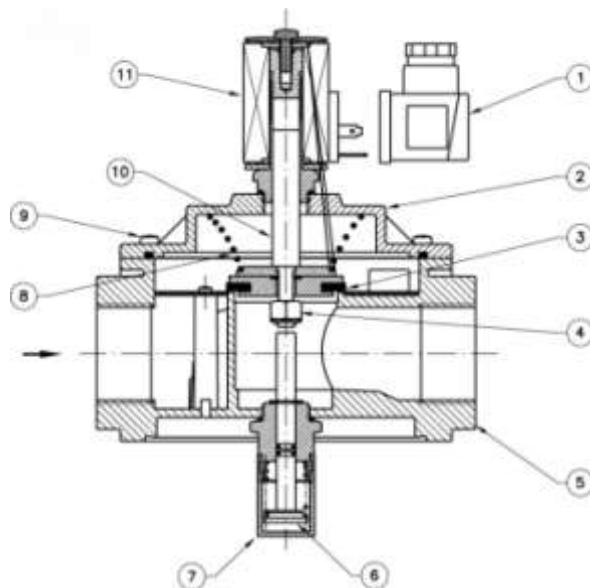

Рис. 1
Клапан (рис. 1) состоит из: электрический коннектор (1); крышка (2); затвор (3); гайка самоконтрящаяся (4); корпус (5); стержень механизма взвода (6); колпачок стержня механизма взвода (7); пружина запирающего механизма (8); винты крепления крышки (9); подвижный сердечник (10); соленоид (11).